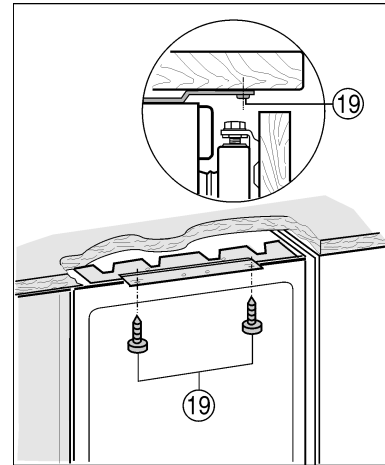

Fig. 15
- ▶ Atornille el aparato con tornillos para tablero de partículas largos Fig. 15 (19) en la parte superior.